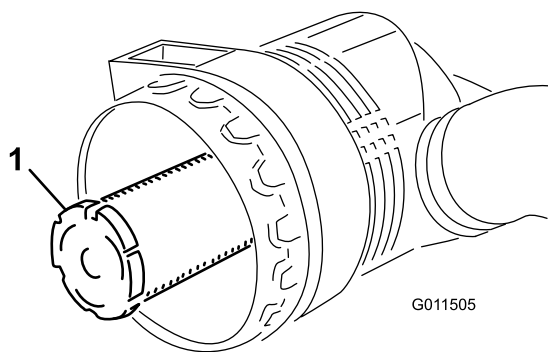

图 49
**重要事项** 禁止尝试清洁安全滤芯 (图 49)。主滤芯每维修 3 次以后应使用新安全滤芯更换旧芯。